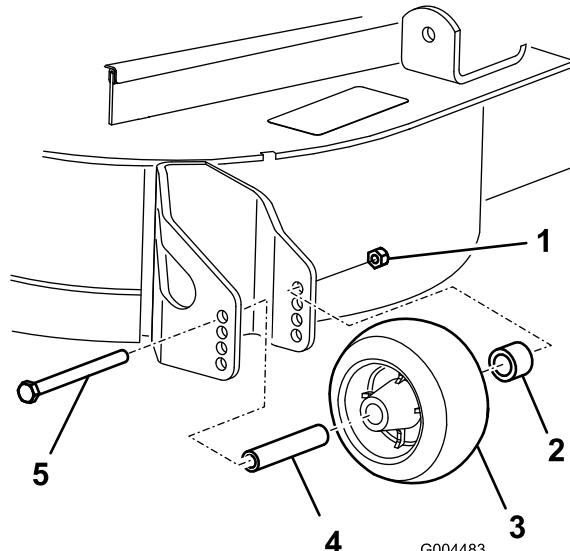

Figura 18
- Dopo avere regolato l'altezza di taglio, regolate i rulli togliendo il dado flangiato, la boccola, il distanziale ed il bullone (Figura 18).
- Montate il dado flangiato, la boccola, il distanziale ed il bullone. Serrate a 54-61 Nm (Figura 18).